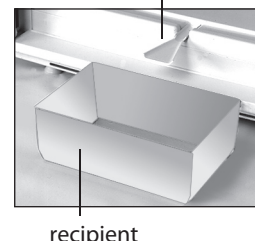
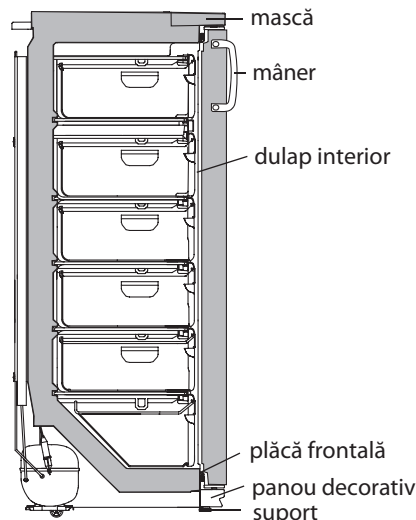

Figura 5 – Colectarea apei rezultate în urma topirii
Figura 6 – Schema congelatorului
- să îndepărtați apa rezultată în urma topirii, instalând în conformitate cu figura 5 elementul de masă plastică pentru drenare / pentru curățare a gheții și orice vas recipient cu volumul nu mai puțin de 2 l;
**SE INTERZICE** să decongeleți congelatorul fără utilizarea elementului pentru drenare instalat în conformitate cu figura 5. Apa rezultată în urma topirii care se scurge din cameră afară de elementul pentru drenare, pătrunzând în locul de alăturare a plăcii frontale la dulapul interior în conformitate cu figura 6, poate provoca coroziunea dulapului exterior al congelatorului și a elementelor agregatului frigorific, defectarea izolației termice, formarea crăpăturilor dulapului interior și defectarea dulapului congelatorului.